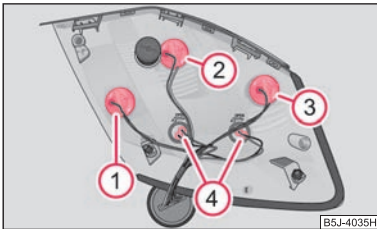

Abb. 178 Heckleuchteinheit: Einbau-
- Um eine Glühlampe zu wechseln, drehen Sie den Lampenstecker der Glühlampe nach links (in die Richtung der Pfeile auf dem Gehäuse) und nehmen Sie ihn aus dem Gehäuse ⇒ Abb. 178 rechts heraus.
Einbaulage der Glühlampen in der Heckleuchteinheit ⇒ Abb. 178.